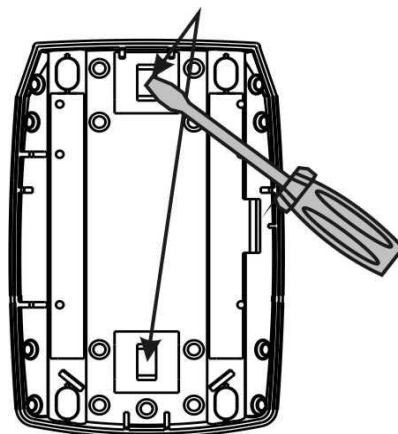

Рисунок 11.8
- выдавить отверткой в основании извещателя заглушку паза для крепления кронштейна (рисунок 11.8):